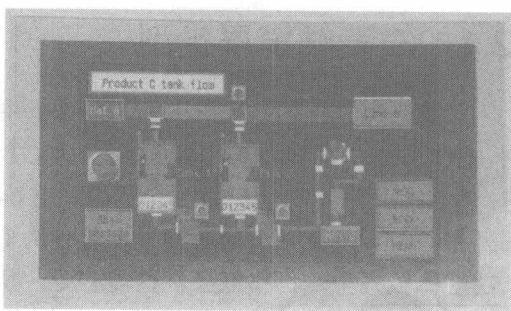

图 2-4 F940GOT 宽型外形 (7 英寸显示屏)
④ F940GOT 宽型 (7 英寸显示屏): 外形如图 2-4 所示, 16 色。它包含了 F940GOT 的一切功能, 色彩更丰富, 宽屏清晰显示器为在屏幕上显示附加信息或者扩大按钮便于输入数据提供了便利。